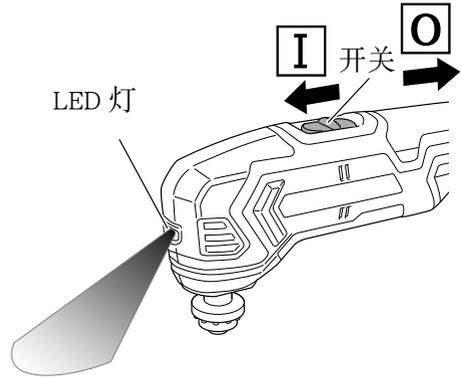

图 11
6. 将开关滑到 **I** 打开开关，同时激活 LED 灯照亮应用工具。(图 11)